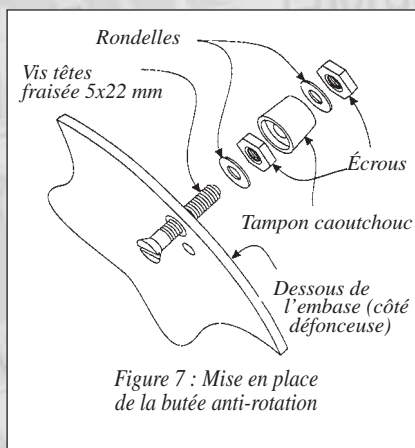

Figure 7 : Mise en place de la butée anti-rotation
10. À l'aide de la mèche à fraiser fournie, fraisez le trou extérieur de l'embase Veritas sur sa face de dessous (côté opposé à la défonceuse). Suffisamment pour que la tête fraisée de la vis 5 x 22 mm affleure juste sur la face. Vissez-y ensuite les différents éléments fournis dans l'ordre montré en figure 7. Assurez-vous que le tampon de caoutchouc « habille » le premier écrou. Réinstallez la défonceuse sur la table en faisant correspondre le tampon de caoutchouc avec l'entaille semi-circulaire de la feuillure. Au besoin cette entaille pourra être agrandie.